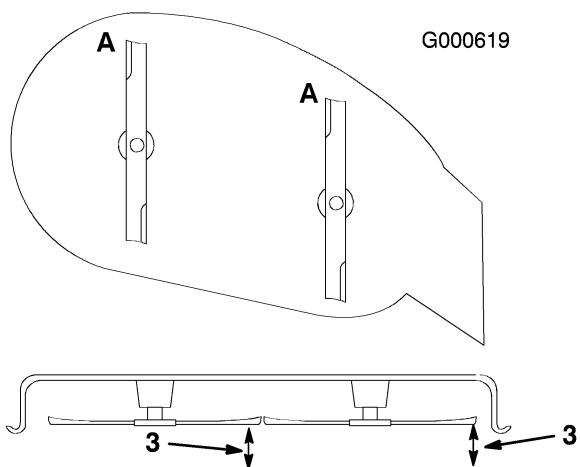

Figura 39
1. Gire las cuchillas hasta que los extremos estén orientados hacia adelante y hacia atrás (Figura 39). Mida desde una superficie nivelada hasta el filo de corte, posición A, de las cuchillas (Figura 39). Anote esta dimensión.